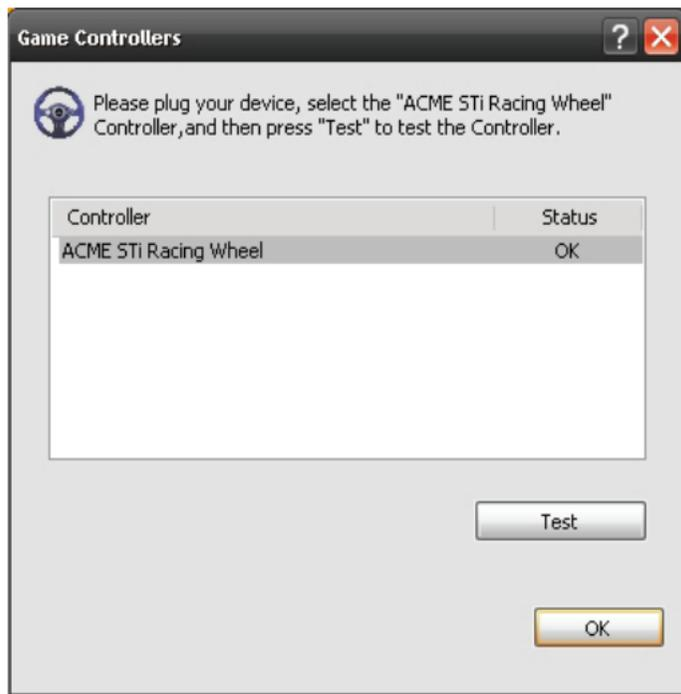
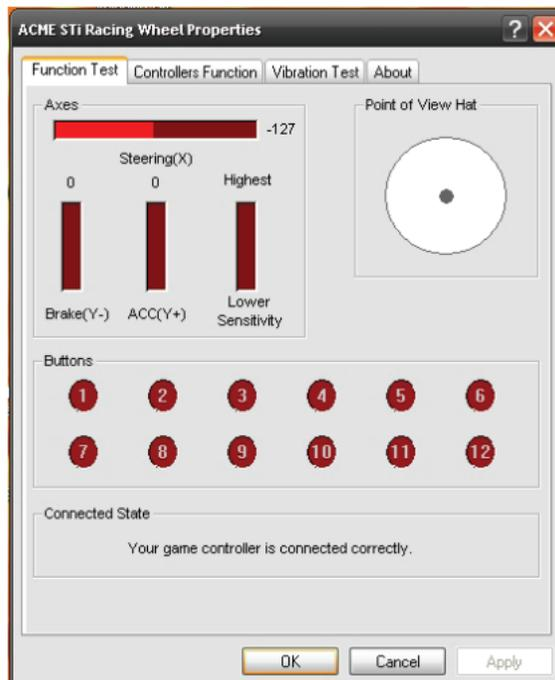

Figura 3
Figura 4
- Clique duas vezes no atalho "ACME STi Racing Wheel" para introduzir os controladores do jogo (ver figura 3 abaixo)
Clique no botão "Test" conforme a Figura 3 acima. Introduza a interface de teste do volante conforme se segue (ver Figura 4) para testar o eixo e os botões de teste.